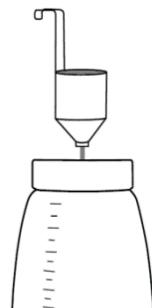

Рис. 1
В чистой емкости разбавьте материал соответствующим ему растворителем. Тщательно перемешайте. Установите резервуар для краски (2) на ровной поверхности. Поместите над ним вискозиметр (См. Рис. 1). Наполните воронку разбавленной краской, затем засеките время, которое потребуется для того, чтобы вся краска вытекла через отверстие в нижней части воронки. Это время измеряется в DIN/сек (DIN-секунды). Чем больше времени потребуется для этого, тем гуще краска.